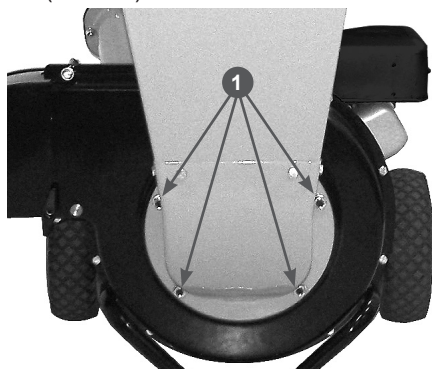

Рис. 25 Снятие воронки дробилки
3. Открутите четыре гайки 1 крепления воронки дробилки и снимите воронку (Рис. 25).